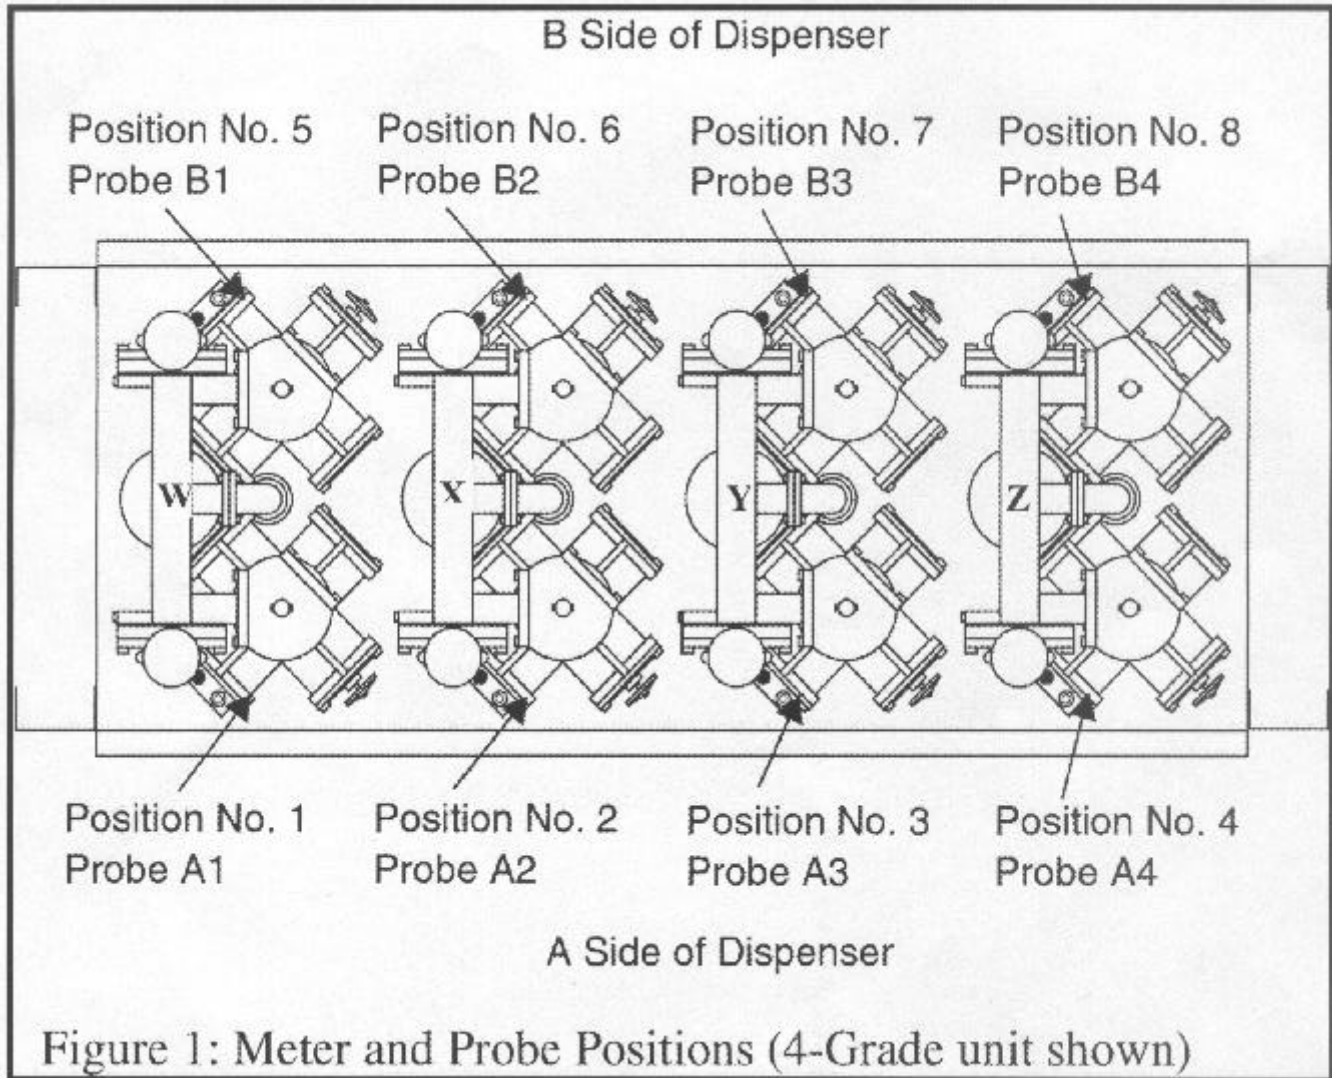

Figure 1: Meter and Probe Positions (4-Grade unit shown)
- ATC controller board with configuration switch located inside the register in the card cage as shown in Figure 1.
- Carte principale du contrôleur du CTA avec un interrupteur de configuration à l'intérieur de l'enregistreur dans la cage à circuit imprimé (figure 1).
The wire of the sensing element is fitted into a foam block which is press fitted into the channel just below the vapour barrier air gap as illustrated in Figure 1. The purpose of the foam block is to hold the sensing element interconnection up in the dry channel for moisture protection. The probe interconnection is sealed with a tamper proof seal.
Le fil métallique du capteur est ajusté dans un bloc de mousse qui est forcé dans le canal juste au-dessous de la lame d'air du pare-vapeur comme l'illustre la figure 1. Le but du bloc de mousse est de fixer l'interconnexion du capteur en haut dans le canal sec pour la protéger de l'humidité. L'interconnexion du capteur est scellée à l'aide d'un scellé infraudable.